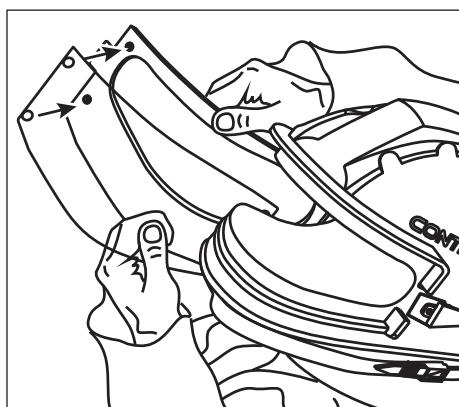

Рис. 3. Замена стёкол шлема Aspect
**Сменные наружные стёкла окна шлема:** открыв оконную рамку шлема, вставьте одно или несколько сменных стёкол (Рис. 3).